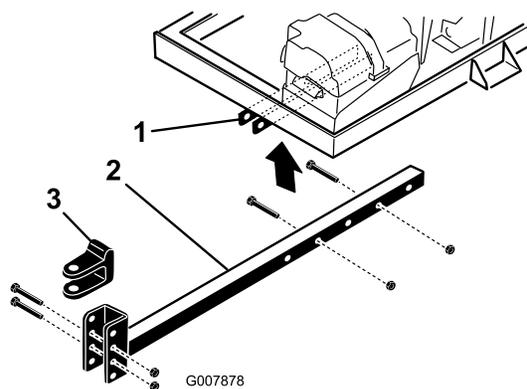

図 7
- ヒッチ・クレビス (図 7) をヒッチ・チューブに固定しているボルトとロックナットを外す。
- フレーム・ブラケットにヒッチ・チューブに差し込む (図 7)。ボルト (3/8 x 3 in) 2本とフランジ・ナット (3/8 インチ) を使用してヒッチ・チューブをフレームに固定する。
- ・ ヒッチ・チューブをフレーム・ブラケットに固定しているボルトとナットを外す (図 7)。